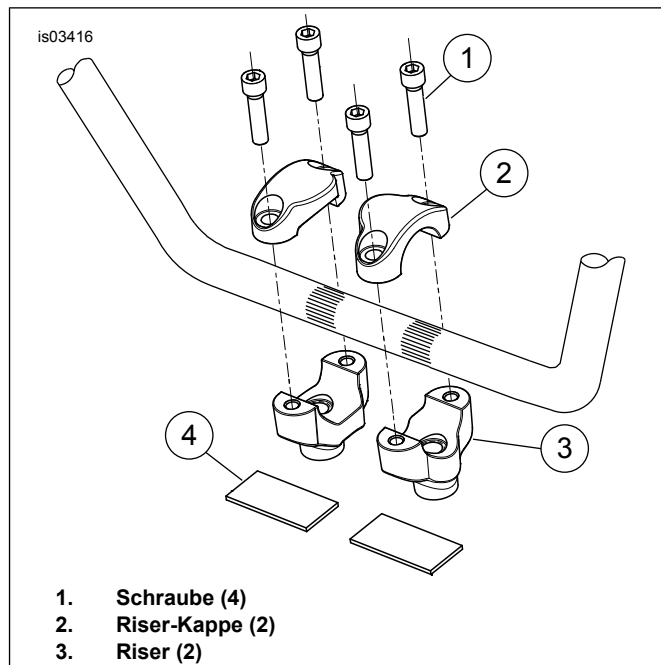

Abbildung 3. Riser-Ausrichtung – FLSTF
- Siehe Abbildung 3. Die neuen Riser lose einbauen (Satz-Nr. 56789-05), ausgerichtet wie abgebildet, an den oberen Gabelhalterung unter Benutzung der Originalschrauben, Sicherungsscheiben und Unterlegscheiben. Das Massekabel und die innenverzahnte Sicherungsscheibe an der rechten Riser-Schraube anbauen.
- Zwei Riser-Kappen (2) an den Risern über dem Lenker unter Verwendung von vier im Bausatz enthaltenen Schrauben (1) anbringen.